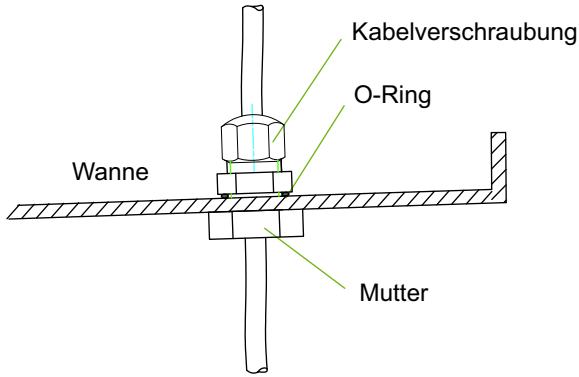

Abb. 1.4:
- 1) Bohren Sie in der Nähe einer vorhandenen Kaberdurchführung ein Loch \varnothing 16 mm für eine zusätzliche Verschraubung in die Kondensatwanne und befestigen Sie die mitgelieferte Zugentlastung.(siehe Abb. 1.4 auf S. 2)